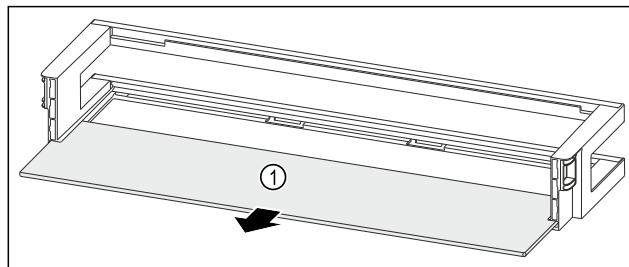

Fig. 222 Polica u vratima s policom za odlaganje
- Izvadite policu Fig. 222 (1).